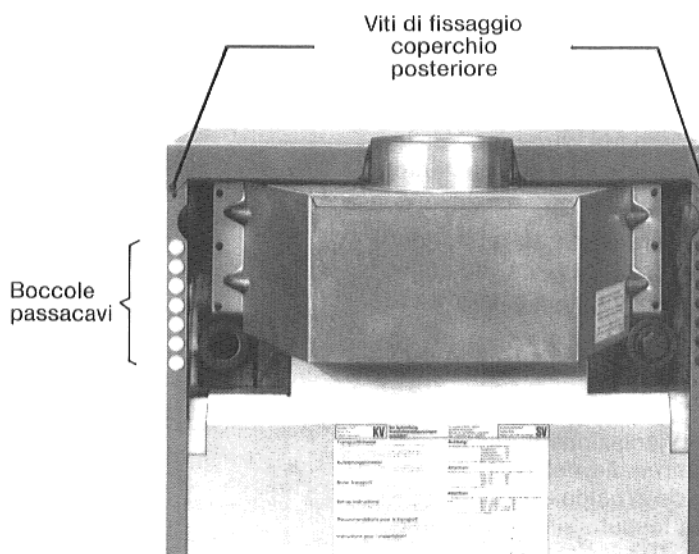
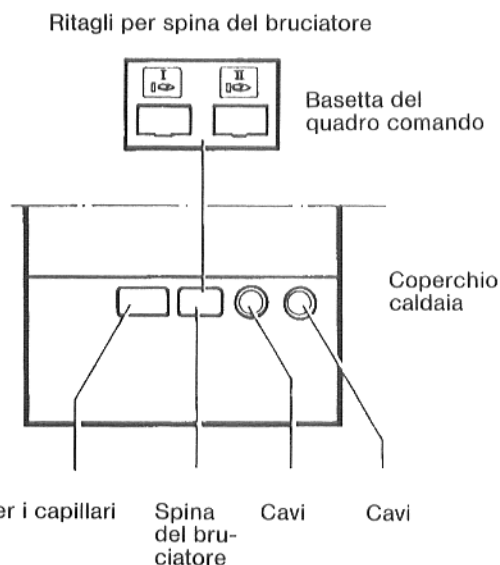

Fig. 9: Dettaglio vista posteriore
Fig. 10: Aperture nella basetta e nel coperchio caldaia
Introdurre i cavi da dietro attraverso le boccole passacavi (Fig. 9) disponendoli nel canale fra la parete laterale e l'isolazione, quindi immetterli nella basetta del quadro comando passando attraverso le aperture circolari (Fig. 10).
Far passare i capillari verso il basso attraverso l'apertura rettangolare di sinistra nella basetta e nel coperchio (Fig. 10).
13. Infilare la parte ricevente della spina del bruciatore attraverso l'apertura a questo scopo prevista nella basetta (vedi Fig. 10 e 12).